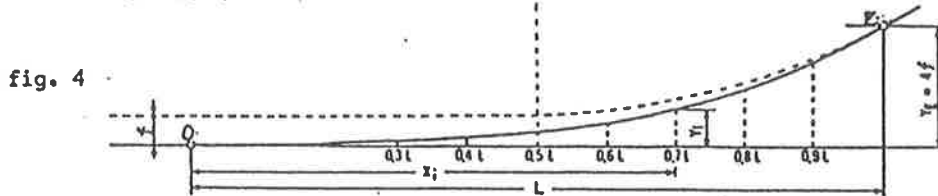

fig. 4
- après avoir, soit déporté l'alignement, soit ramené la courbe circulaire à son rayon réduit, on trace la parallèle à l'alignement distante de  $y_E = 4 f$ ; son intersection avec le cercle est l'extrémité E de l'AdR (fig. 4);